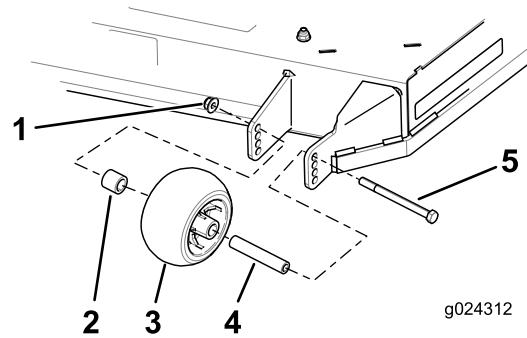

Figure 25
4. Alignez le boulon et le galet anti-scalp dans le trou du support correspondant le mieux à la position de hauteur de coupe (Figure 25).
5. Insérez le boulon dans le trou du support et fixez le boulon et le galet anti-scalp avec l'écrou à embase (Figure 25).
3. Retirez l'écrou à embase, le galet anti-scalp et le boulon du support (Figure 25).